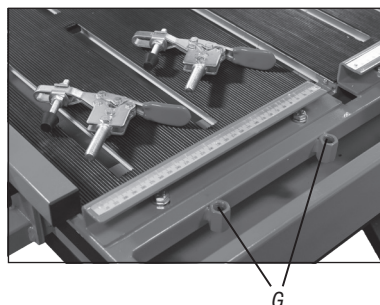

Fig. 11 – Grapas de fijación
Para una mejor fijación de la pieza, utilice las grapas de fijación (13) (Fig. 11).
1. Fije las grapas en los agujeros (G);